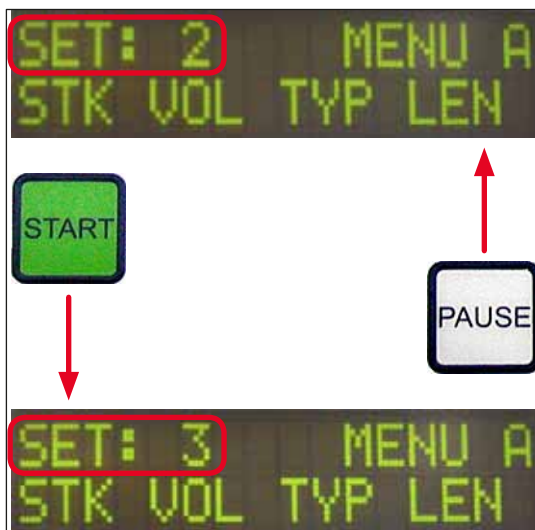

Fig. 39
① Ao todo há quatro programas (SET 1 a SET 4 (CONJUNTO 1 A 4)) que podem ser armazenados no aparelho com configurações de parâmetro diferentes.
- Pressionar o botão **PAUSE** (PAUSAR) chama o próximo programa mais baixo (→ Fig. 39).